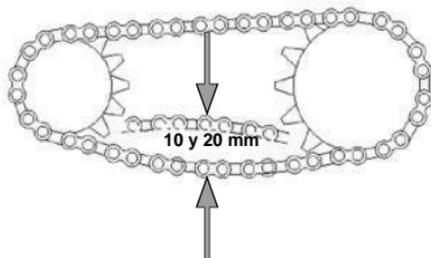

Imagen 32. Holgura de la cadena
2. Mover la cadena con la mano hacia arriba y hacia abajo para revisar que su holgura esté entre 10 y 20 mm. *Ver imagen 32.*